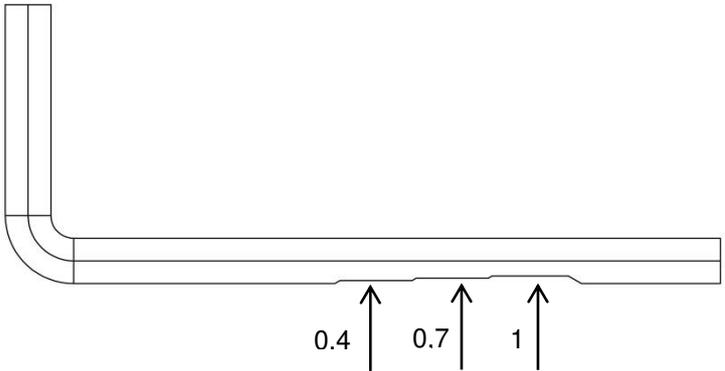

Abb. 10: Innensechskantschlüssel mit Einkerbungen
- > Lösen Sie die Messerschrauben (1 – Abb.10) am Fräskopf (3 – Abb.10) mit einem Innensechskantschlüssel 6 mm.
- > Tauschen Sie die Rundmesser (2 – Abb.10) oder drehen Sie die Rundmesser um 180°.